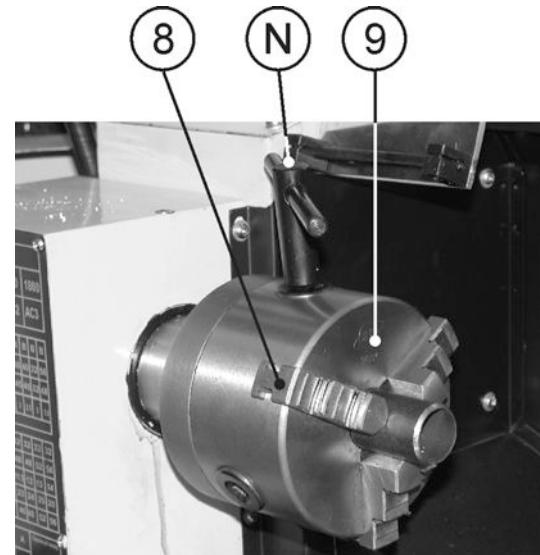

Рис.9
10.1.4. При помощи Т-образного ключа патрона (N) раздвиньте кулачки (8) трёхкулачкового самоцентрирующегося патрона (9), вставьте заготовку и при помощи Т-образного ключа патрона (N) зажмите заготовку в трёхкулачковом самоцентрирующемся патроне (9). Извлеките Т-образный ключ патрона (N) из гнезда трёхкулачкового самоцентрирующегося патрона (9), Рис. 9.
10.1.5. Для замены кулачков (8) вставьте Т-образный ключ (N) в трёхкулачковый самоцентрирующийся патрон (9). Вращая Т-образный ключ (N) против часовой стрелки, полностью разожмите кулачки (8) трёхкулачкового самоцентрирующегося патрона (9). После этого кулачки (8) можно извлечь, соблюдая очередность. Для установки кулачков (8) сохраняйте последовательность в обратном порядке, соблюдая очерёдность кулачков (8), Рис. 9.